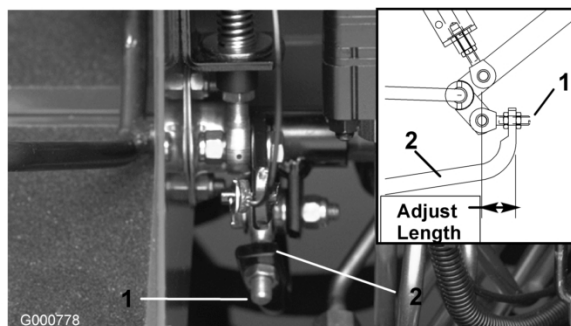

Figure 59
4. Réglez les écrous de blocage à l'extrémité de la tige de la pompe pour avancer le tube de commande et éliminer le déplacement en marche avant ou le reculer et éliminer le déplacement en marche arrière (Figure 59).